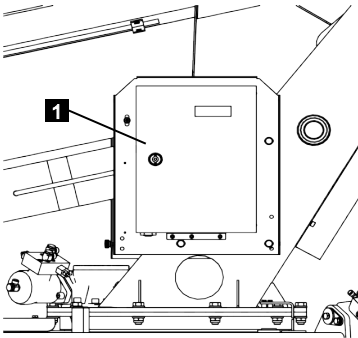

Fig. 190
2. Ouvrir le boîtier de commande (Fig.190/1) avec une clé à double panneton.